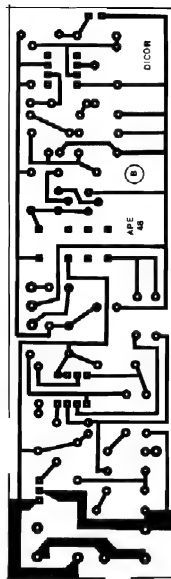

Fig. 4
- FIG. 4 - LAY OUT ESPECÍFICO DE CIRCUITO IMPRESSO (PLACA "B") - Chamado, daqui pra frente, simplesmente de módulo "B", o receptor/controlador do DICOR tem o seu Impresso em escala 1:1 na figura (assim como ocorreu na figura 3, as áreas em preto correspondem às áreas cobreadas, enquanto que as amplas áreas brancas representam o fenolite nu, do qual o cobre foi removido pela corrosão...). O arranjo é obviamente maior e um pouco mais complexo do que o da placa "A", contudo ainda fácil em seu desenho, pouco "congestionado"... Na pré-elaboração das duas placas ("A" e "B") recomendamos ao Leitor/Hobbysta usar - para a traçagem ácido resistente - os decalques fáceis de encontrar nas lojas de materiais e peças eletrônicas... Com isso, o resultado será bem mais profissional e "elegante", do que se a traçagem for feita "à mão"... Ainda nas duas placas, os pontos que requerem mais atenção situam-se em torno das ilhas destinadas à recepção das perninhas dos 3 Integrados do conjunto, uma vez que tais ilhas são pequeninas, e bem próximas umas das outras (fica fácil numa "distração" ou imperfeição de traçagem ou corrosão, surgirem falhas ou "cortos" fatais, nessas regiões específicas...). Não há problema, contudo, que "resista" à norma elementar da Eletrônica prática: conferir tudo, várias vezes, durante todo o processo de